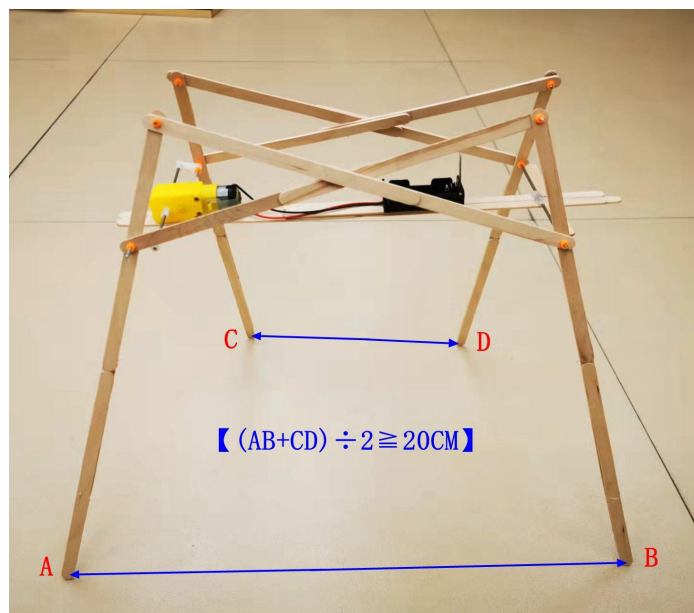

图 7 小学组模型参考图
4.3.1 活动要求选手现场自行设计和构建模型。模型自然平放前后平均足距长度 $\geq 20\text{cm}$ （图 7 $(AB+CD) \div 2 \geq 20\text{CM}$ ），宽、高和形状不限。行走足数量限 4 个，即只能有 4 个接触地面的部件。模型必须使用主办单位提供的电池马达驱动（不得使用任何增压装置），使模型四足前后交叉运动，使得模型行走。